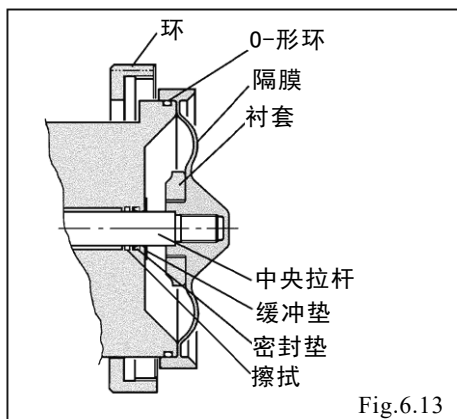

Fig.6.13
- 装入 O-形环后, 要将隔膜压入至原来的位置。(Fig.6.13)